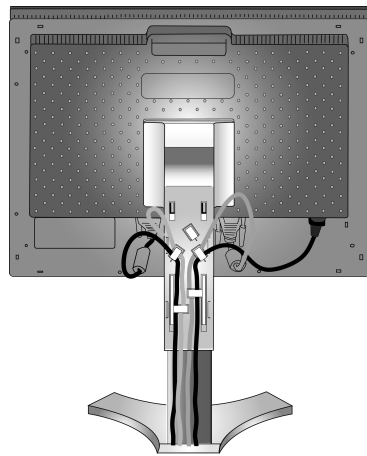

Rysunek C.1
3. Umieść dłonie na bokach monitora i pochyl ekran ciekłokrystaliczny pod kątem 30 stopni, a następnie ustaw go w najwyższej pozycji (**Rysunek C.1**).
4. Podłącz wszystkie przewody do odpowiednich złączy (**Rysunek C.1**).